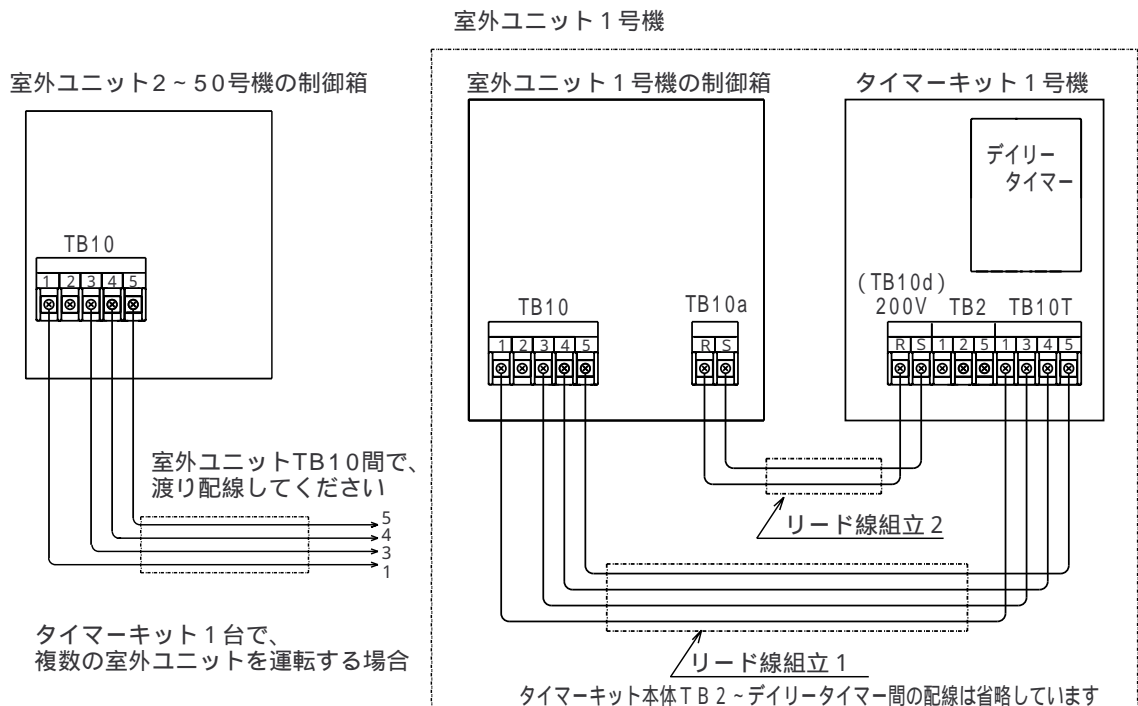

図5 配線接続図
- (1) 室外ユニットの制御箱の下側カバー(取付ネジ2本)を取外してください。
- (2) 室外ユニット制御箱内の端子台TB10の1, 3, 4, 5番端子と、タイマーキット端子台TB10Tの1, 3, 4, 5番端子を、付属のリード線組立1 を使って図5の様に結線してください。
- (3) 室外ユニット制御箱内の端子台TB10aのR, S端子と、タイマーキット端子台TB10d(タイマーキット端子台名板には200V電源と表示してあります)のR, S端子を、付属のリード線組立2 を使って図5の様に結線してください。
- (4) タイマーキット本体の端子台下の左右と、取付板の右側面にあるケーブルクランプを使って、リード線組立1および2を固定してください。配線が板金のエッジ部分に触れない様に注意してください。
- (5) タイマーキット1台で複数台の室外ユニットを運転する場合には、室外ユニット制御箱の端子台TB10の1, 3, 4, 5端子同士を渡り配線してください。渡り配線には0.75mm²×4心のキャブタイヤケーブルをご使用ください。
- (6) 室外ユニット制御箱の端子台TB10の2番端子は、蓄冷/蓄熱運転の手動切替入力端子です。通常は使用しません。手動で蓄冷/蓄熱運転の切替を行いたい場合等の接続方法については、19ページの配線例をご覧ください。